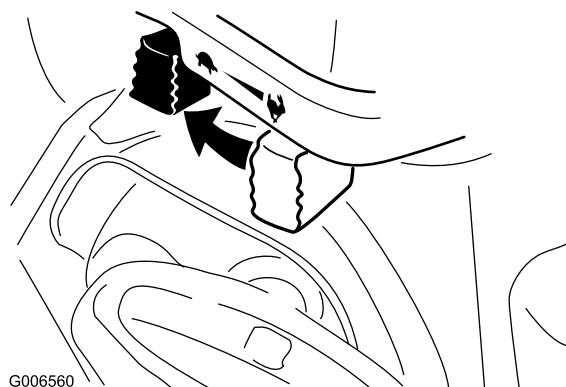

Figure 27
1. Déplacez la commande d'accélérateur en position Bas régime, puis en position Arrêt (Figure 27).